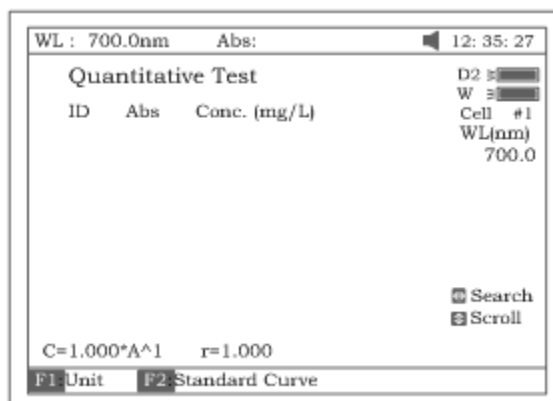

Рисунок 26
Нажмите **[2]** в основном меню, чтобы войти в режим режима количественного анализа (рис.26). Чтобы выйти, нажмите на клавишу **[ОТМЕНА]**.
*Примечание: если автоматический пробоподатчик не установлен, запись надпись "КЮВЕТА#" и "Max E" исчезает с экрана (рис.26).*